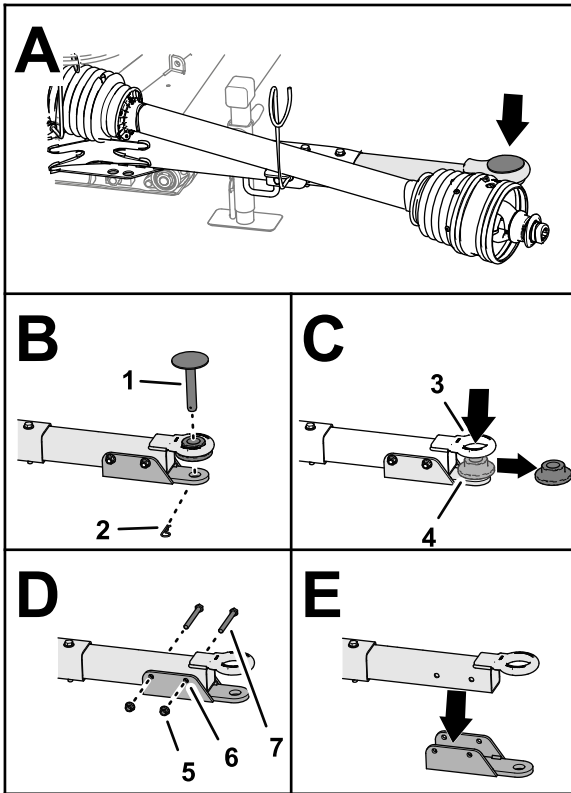

Bild 7
- Entfernen Sie den Splint, mit welcher der Anbauvorrichtungsstift an der Deichsel befestigt ist, und entfernen Sie den Anbauvorrichtungsstift (Bild 7).
- Entfernen Sie die Bundbuchse von der Zapfenöse (Bild 7).
- Entfernen Sie die beiden Sicherungsbundmutter und die beiden Kopfschrauben, mit der die Lastösenhalterung an der Deichsel befestigt ist, und entfernen Sie die Lastösenhalterung (Bild 7).